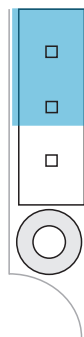

Abb. 13 Steckverbinder (Jumper),
- ➡ Stecken Sie dazu den Jumper bitte in die andere Position (mittlerer und oberer Pin verbunden), siehe Abb. 13.